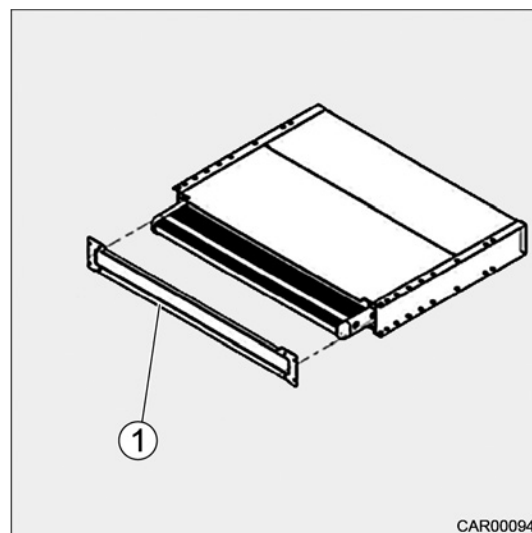

Fig. 25 Déverrouillage de secours
4. Remonter la plaque frontale (Fig. 25/1).